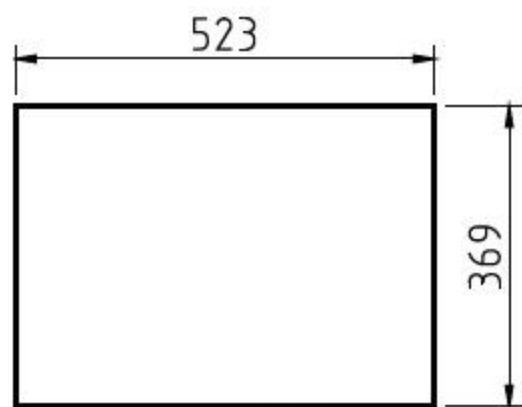

图3-96 绘制矩形
**01** 新建一个空白文件。调用L【直线】命令，绘制直线，尺寸如图3-96所示。